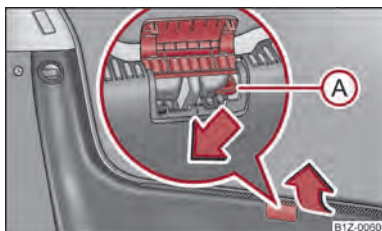

Fig. 17 Desbloqueo de emergencia de la tapa de maletero
- Levante la cubierta de la cerradura ⇒ fig. 17.